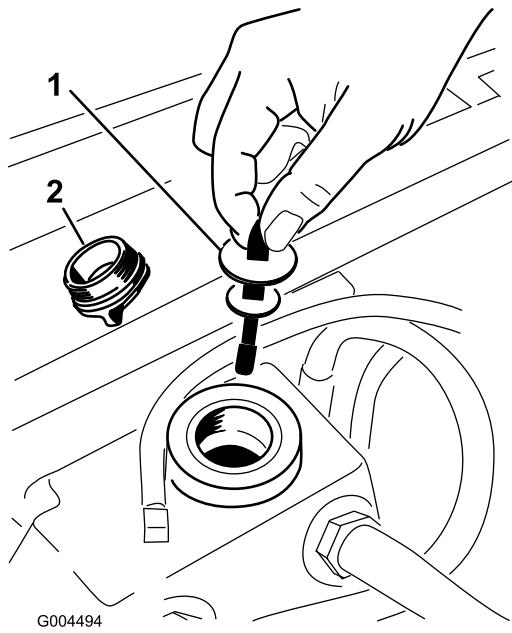

Figura 70
3. Retire el tapón de llenado de aceite hidráulico (Figura 70) del cuello de llenado.
- Retire la varilla y límpiela con un paño limpio (Figura 70).
- Introduzca la varilla en el cuello de llenado; luego retírela y verifique el nivel del aceite (Figura 70).